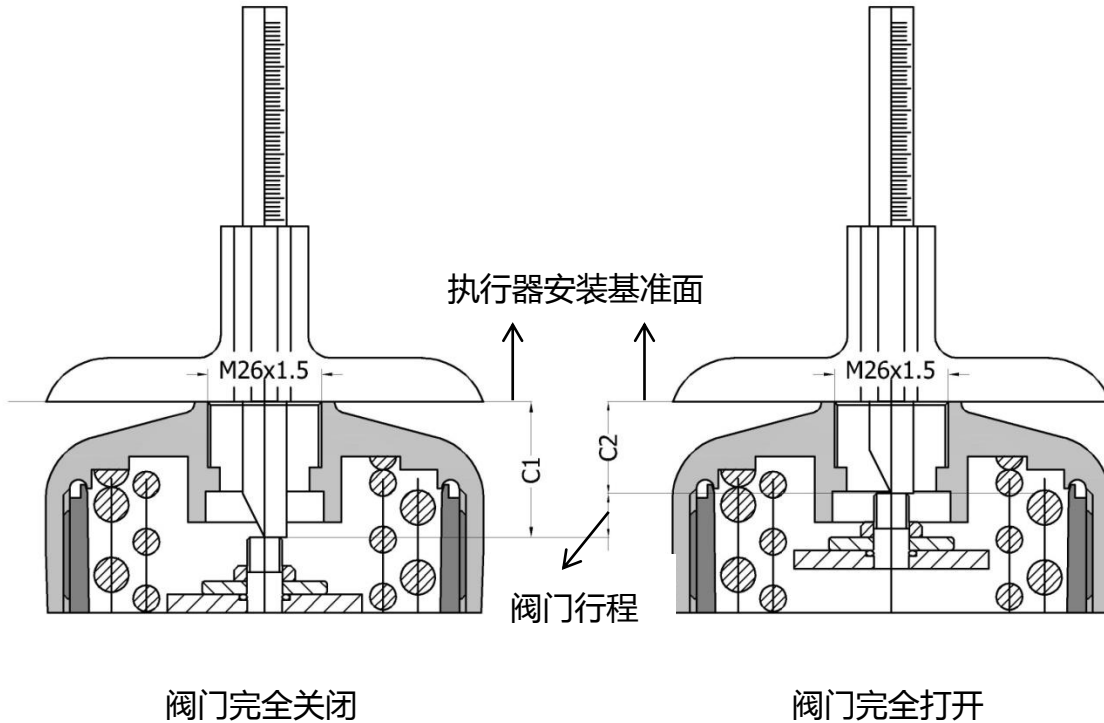

图4. 执行器测量
2. 阀门处于完全关闭和完全打开状态时,用**深度尺**分别测量执行器阀杆顶端到执行器顶部安装基准面的距离 C1 值和 C2 值 (图 4 中标注所示),并记录。